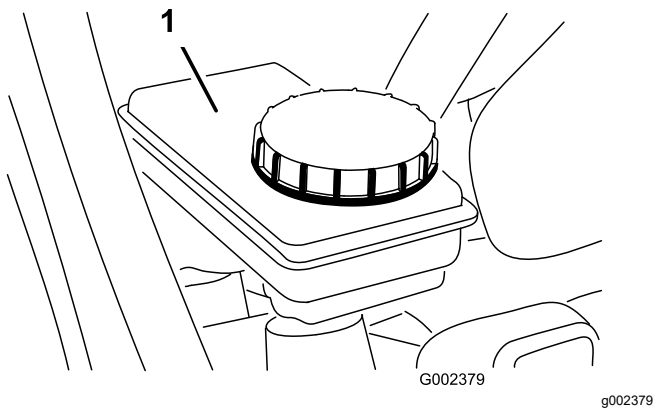

Рисунок 57
5. Убедитесь, что уровень жидкости доходит до линии «Полный» (Full) на бачке (Рисунок 57).
6. Если уровень жидкости низкий, очистите область вокруг крышки, снимите крышку бачка и заполните бачок до надлежащего уровня (Рисунок 57).